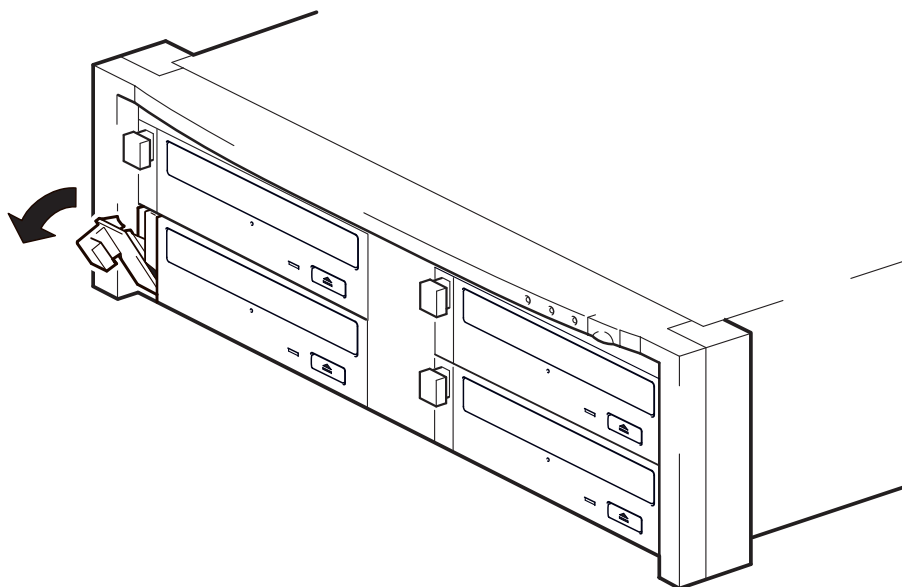

Figura 5a: azionamento della leva di rilascio
- 1** Tirare la leva di rilascio dell'unità che si desidera sostituire, in modo da posizionarla su out (vedere la figura 5a).